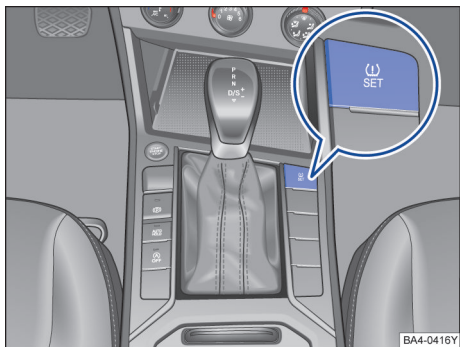

图 198 被动式轮胎气压监控系统设定按钮
- 按下设定按钮▲超过 2 秒钟→图 198→第 205 页，待仪表发出“咚”一声提示音，胎压监测系统重新标定后警告灯▲熄灭。